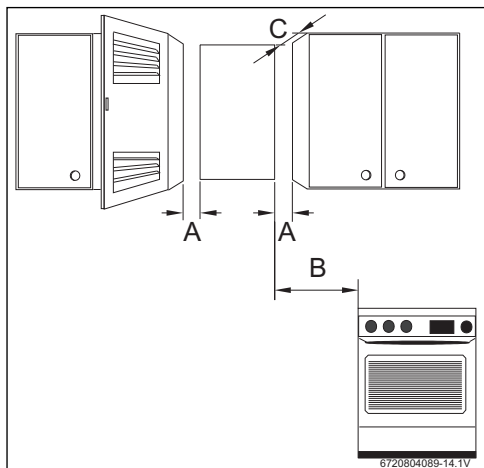

Fig. 19 Distances minimales
- ▶ Respecter les distances minimales indiquées dans la fig. 19.
- ▶ Assurer l'accès libre pour les opérations de maintenance et respecter les distances minimales indiquées dans la figure 19.